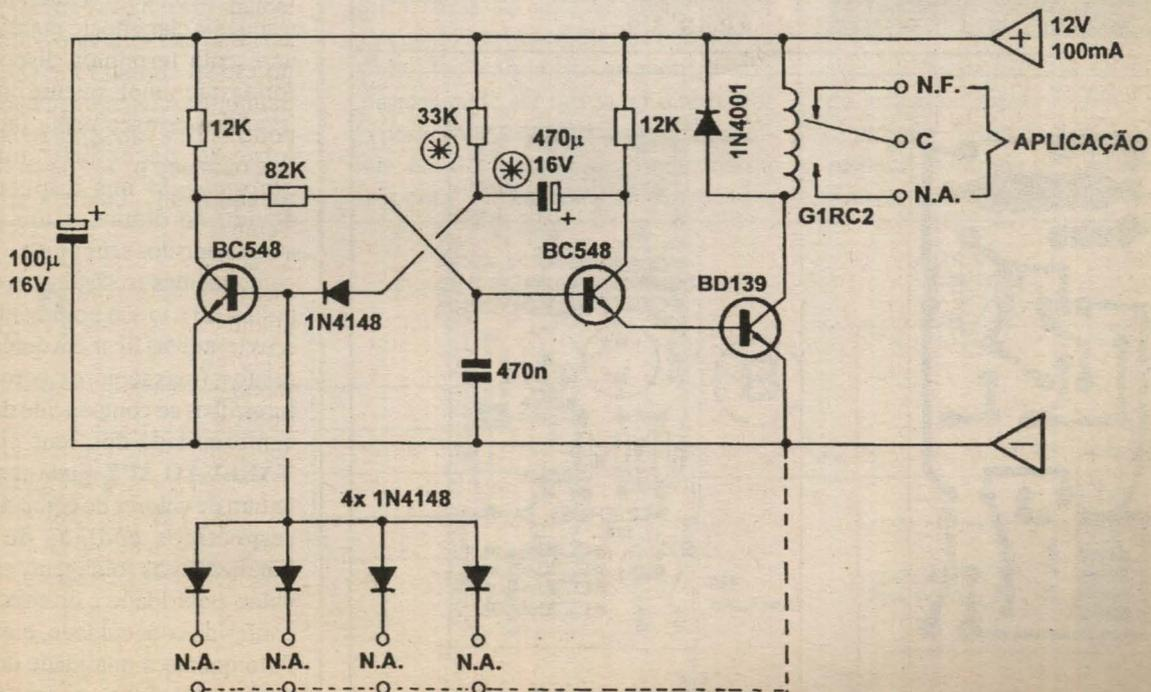

Fig. 1
**- FIG. 1 - DIAGRAMA ESQUEMÁTICO DO CIRCUITO -**